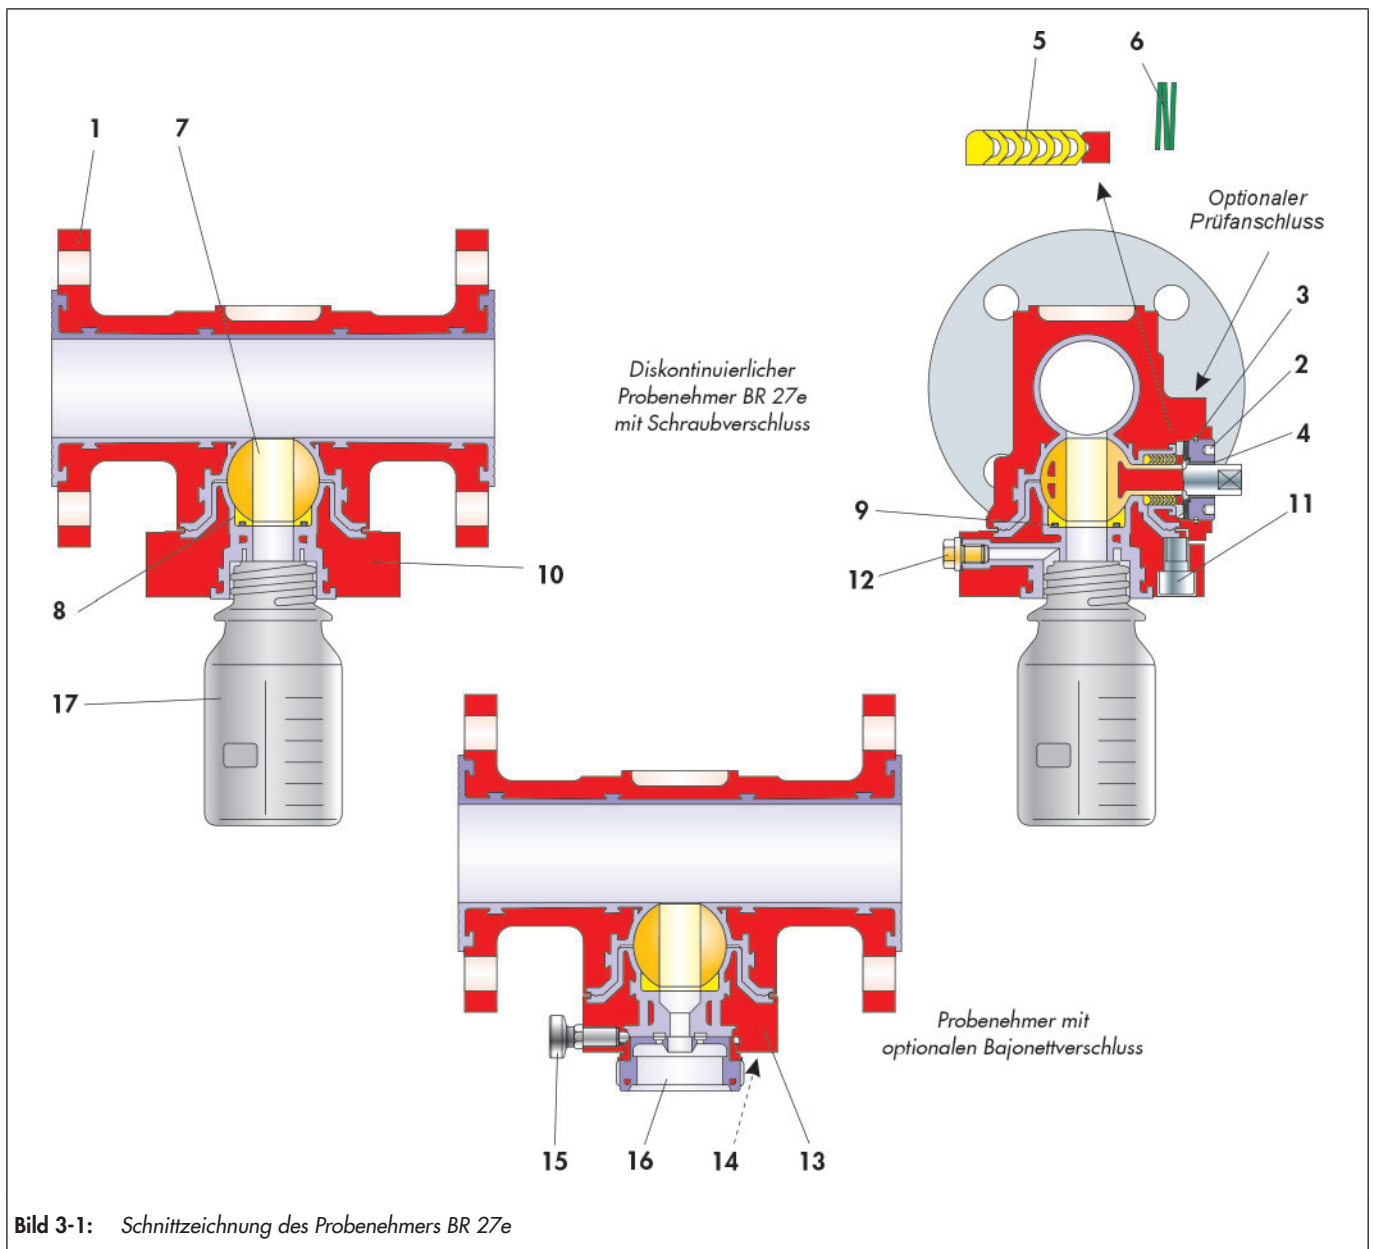

Bild 3-1: Schnitzzeichnung des Probenehmers BR 27e
Die in Bild 3-1 dargestellte Lage und Anordnung der Einzelteile ist bei der Montage einzuhalten.
- ⇒ Gehäuse so drehen, dass die Welle der Entnahmekugel (7) nach oben zeigt und die Öffnung zur Stopfbuchsenmontage gut erreichbar ist.
- ⇒ Alle Ringe der Dachmanschettenpackung (5) mit Silicone-Fett einfetten.
- ⇒ V-Manschetten Ring für Ring und zuletzt den Edelstahl-Druckring einbringen. Anordnung der Packung, vgl. Bild 3-1.
- ⇒ Ring (3) einseitig trennen und in das Gehäuse in die entsprechende Nut einlegen.
- ⇒ Tellerfedersatz (6) auf die Packung (5) legen. Anordnung und Anzahl der Tellerfedern vgl. Bild 3-1.
- ⇒ Stopfbuchse (2) mit einem Speziälschlüssel in das Grundgehäuse einziehen.